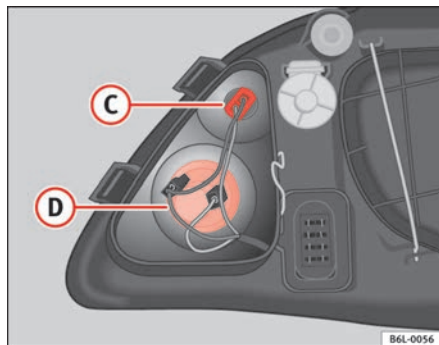

Fig. 147 Luz de población
- Tire de los cables para liberar el portalámparas de su alojamiento ③ ⇒ fig. 147.